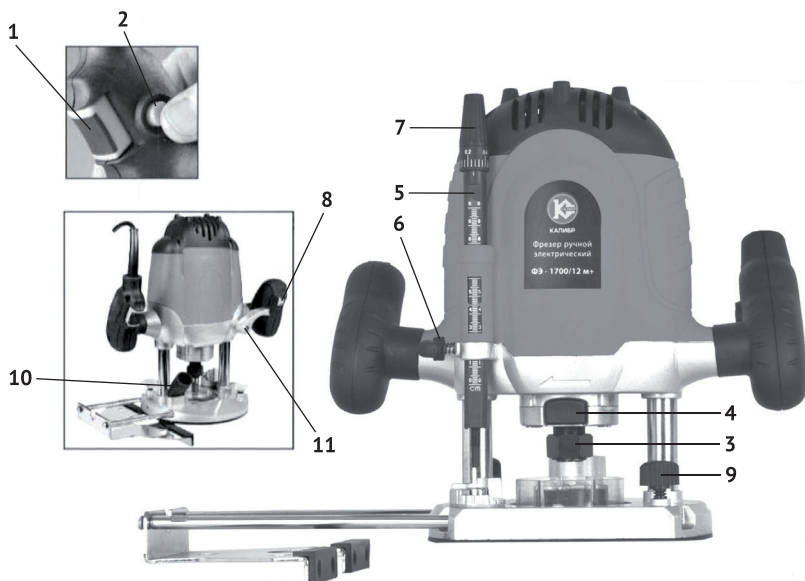

рис.1
- вставьте фрезу в цанговый патрон (рис.1 поз.3);
- нажмите на кнопку блокировки цангового патрона (рис.1 поз.3) – это поможет зафиксировать патрон от проворачивания. Воспользовавшись специальным ключом, затяните гайку крепления фрезы в патроне;
- включение/выключение фрезера осуществляется нажатием на выключатель (рис.1 поз.1);
- для удобства использования выключатель обладает возможностью блокировки во включенном положении с помощью специальной кнопки (рис.1 поз.2). Блокировка возможна только в положении полностью нажатого выключателя.
- для грубой настройки глубины фрезерования используется ограничитель (рис.1 поз.5);
- ослабьте фиксирующий винт ограничителя глубины фрезерования (рис.1 поз.6), движением ограничителя вверх или вниз установите требуемую глубину фрезерования и надёжно затяните фиксирующий винт;
- для настройки точного значения глубины фрезерования используется регулировочный винт (рис.1 поз.7).
- предельное значение скорости вращения рабочей фрезы можно изменить с помощью регулятора (рис.1 поз.8). Наименьшее возможное число скорости вращения рабочей фрезы соответствует положению MIN на регуляторе.
- вставьте упор в соответствующий паз, расположенный в основании фрезера, и зафиксируйте его на необходимой величине с помощью фиксирующего болта (рис.1 поз.9);
- для осуществления фрезерования заданного радиуса необходимо установить циркуль, входящий в комплект поставки, в одну из направляющих упора и зафиксировать на значении необходимого радиуса с помощью фиксирующего болта (рис.1 поз.9);
- для эффективного удаления образующейся пыли и стружки из зоны фрезерования фрезер обладает возможностью установки адаптера для присоединения пылесоса, входящего в комплект поставки (рис.1 поз.10).